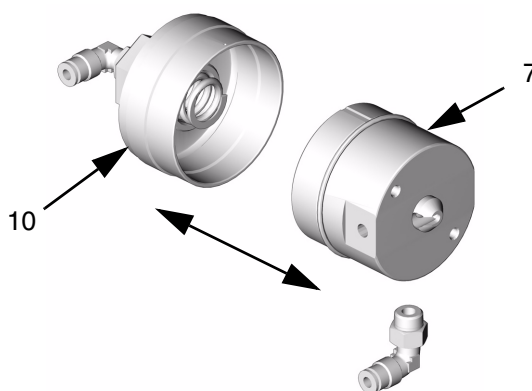
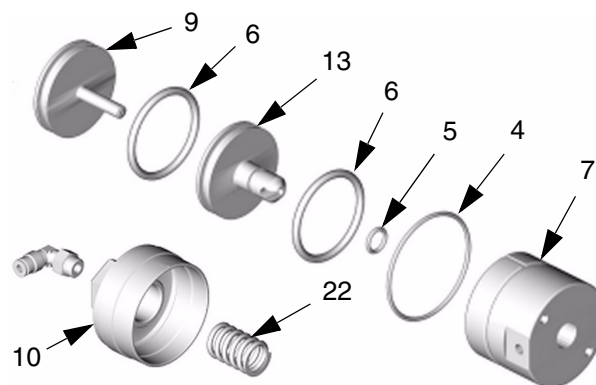

FIG. 5
FIG. 6
1. Desenrosque la tapa de la válvula (10) del alojamiento (7) y sepárela. Inspeccione la junta tórica (4). Vea FIG. 5.
2. Empuje los pistones (9,13) hacia arriba desde la parte inferior del alojamiento (7) para inspeccionar las juntas tóricas (5, 6). Vea FIG. 6.
3. Retire el muelle (22) de la tapa de la válvula (10).
1. Inserte el muelle (22) en la tapa de la válvula (10). Vea FIG. 6.
2. Empuje los pistones (9,13) hasta el fondo del alojamiento (7).
3. Enrosque la tapa de la válvula (10) en el alojamiento (7) sólo hasta que note una ligera resistencia cuando la tapa (10) hace contacto con la junta tórica (4) del alojamiento (7). **No apriete todavía la tapa de la válvula (10).** Vea FIG. 5.